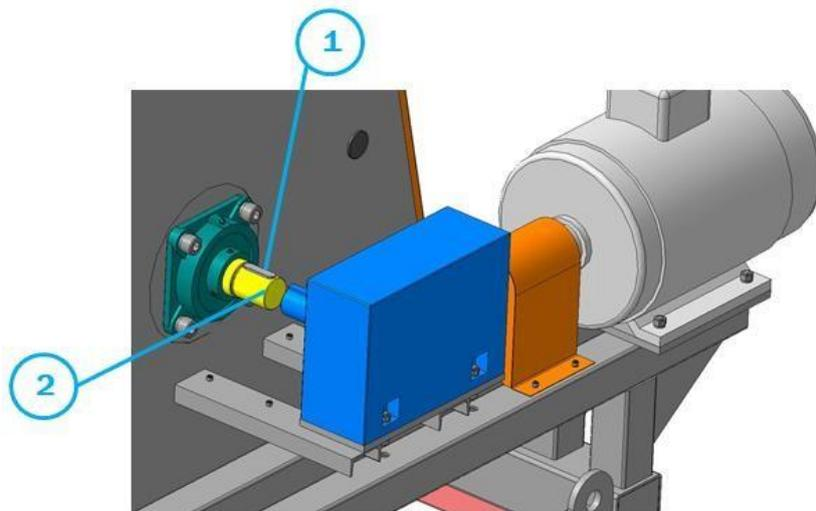

Рисунок 4 – Схема демонтажа корпусного подшипника передней опоры
Порядок демонтажа корпусного подшипника передней опоры (рис. 4)
- снять шпонку 1 с передней цапфы 2 (рис. 4);